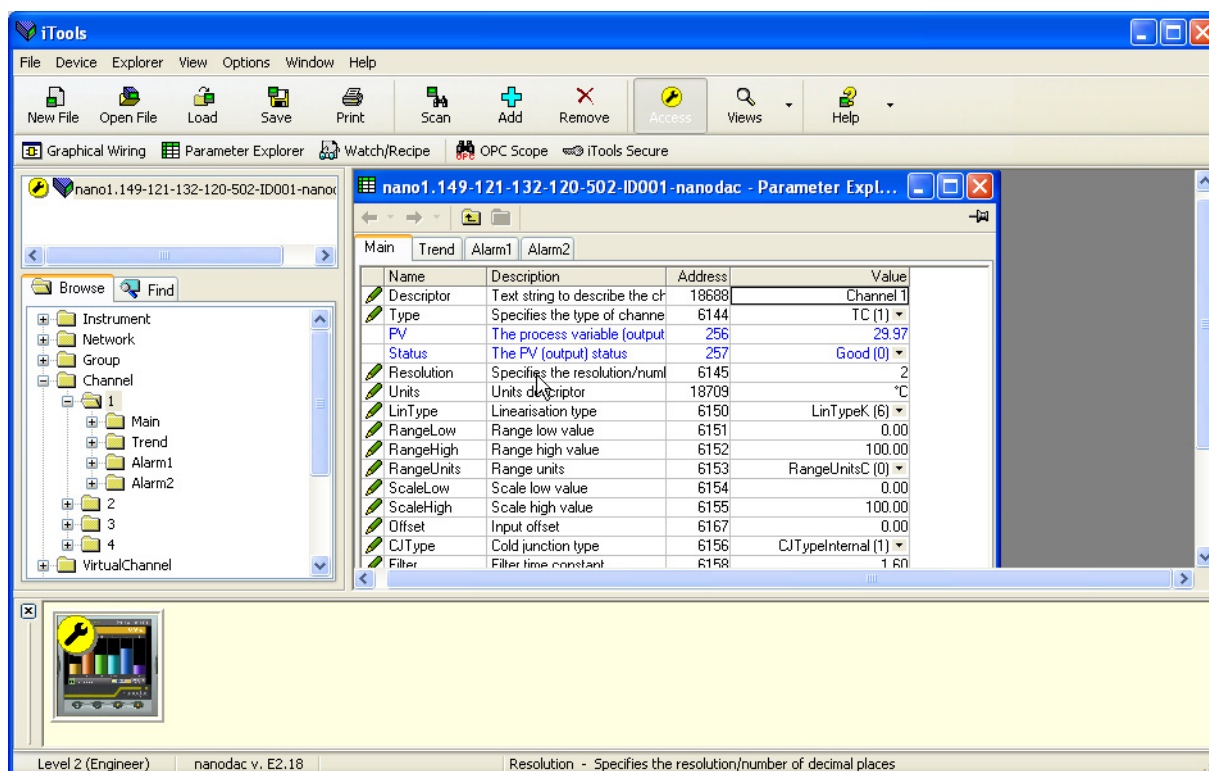
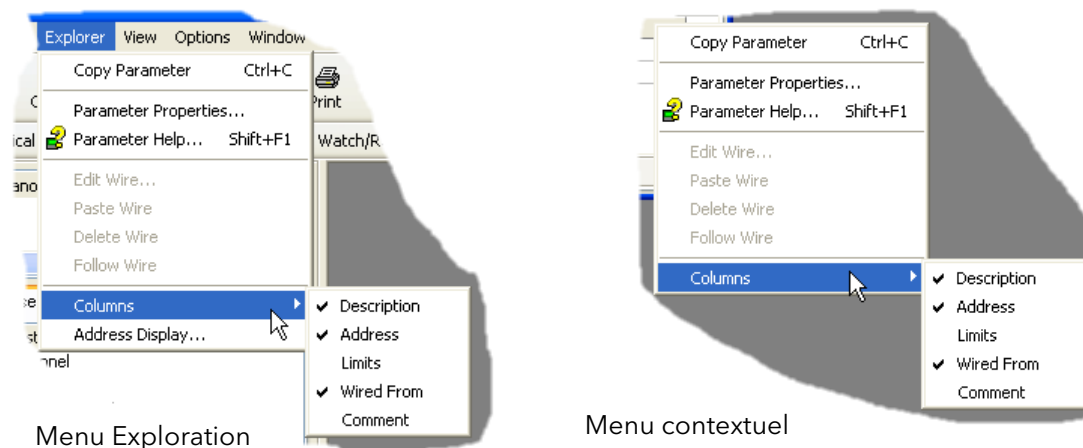

Figure 6.4a Exemple de table de paramètres
Figure 6.4b Activation/désactivation des colonnes
Dans chaque cas, les paramètres du bloc fonction apparaissent dans la fenêtre iTools sous forme tabulaire, comme dans l'exemple de la figure 6.4a ci-dessous.
La figure ci-dessus montre la table par défaut. Vous pouvez ajouter/supprimer des colonnes de l'affichage à l'aide de l'élément « Colonnes » des menus Exploration ou contextuel (Figure 6.4b).
2. Colonnes. La fenêtre Explorateur par défaut (figure 6.4a) contient les colonnes Nom, Description, Adresse, Valeur, et Connexion. Comme le montre la figure 6.4b, les colonnes à afficher peuvent être sélectionnées, dans une certaine mesure, à l'aide du menu « Exploration » ou du menu contextuel. Les « Limites » ont été activées dans l'exemple ci-dessus.